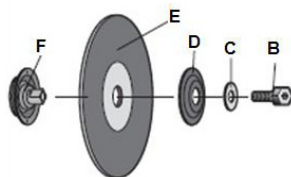

FIGURA 8.1
1. Levante a capa de proteção do disco (A);
2. Desaperte o parafuso (B) que fixa o disco girando no sentido anti-horário;
3. Remova o parafuso (B), a arruela (C) e os flanges (D e F) do eixo;
4. Instale cuidadosamente o disco de corte (E) no eixo, remontando pela sequência, como mostrado na Figura 8.1;
5. Abaixe a capa de proteção (A).